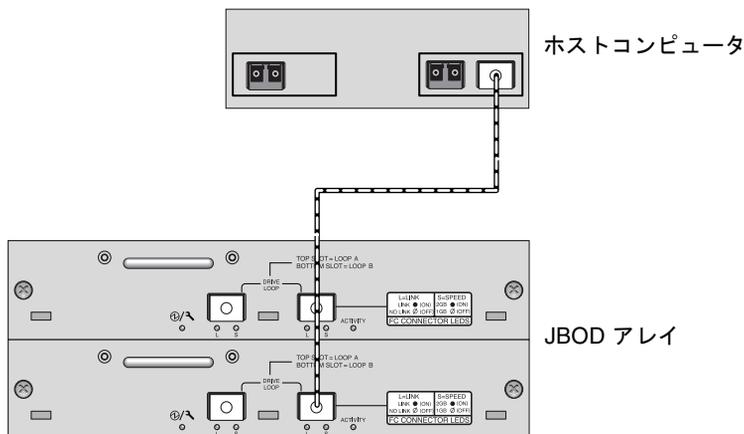

図 B-2 シングル HBA ポートに接続された Sun StorEdge 3510 FC JBOD アレイ
- 背面パネルを確認します。Sun StorEdge 3510 FC JBOD の背面パネルは、図 B-2 に示した背面パネルに似ています。
Sun StorEdge 3510 FC JBOD アレイを FC ポート、シングルポート HBA 上のポート、またはデュアルポート HBA 上のシングルポートに接続できます。図 B-2 は、12 個のドライブがあり、シングル FC ポートへのシングルループ経由でホストコンピュータに接続する、Sun StorEdge 3510 FC JBOD アレイの例です。この例では、ポートはデュアルポート HBA 上にあるペアのうちの 1 つです。